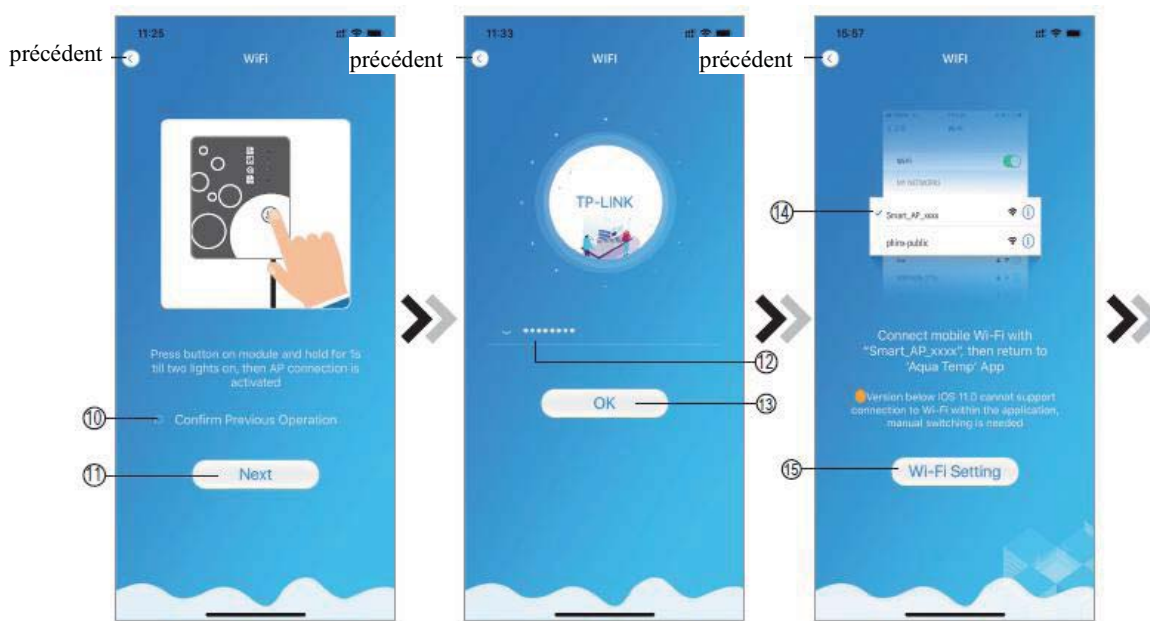

Fig.7 Module WIFI sur l'interface Fig.8 l'interfac Entrer mot de passe Fig.9 Connecter le WIFI spécifié
1. Suivre les instructions sur la page (Fig.7), appuyer sur le bouton du module et le maintenir enfoncé pendant 1s jusqu'à ce que deux lumières s'allument, puis la connexion AP est activée, cliquer le ⑩ pour confirmer, cliquer le ⑪ pour tourner la page ;
2. Cliquer ⑫ pour saisir le mot de passe WIFI pour la connexion actuelle, cliquer ⑬ pour confirmer ;